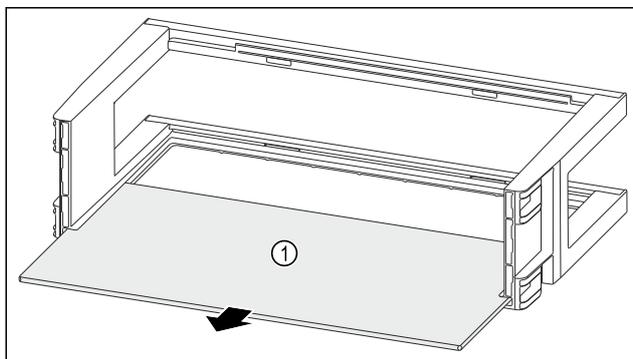

Fig. 107
- Retirer la tablette de rangement Fig. 107 (1).